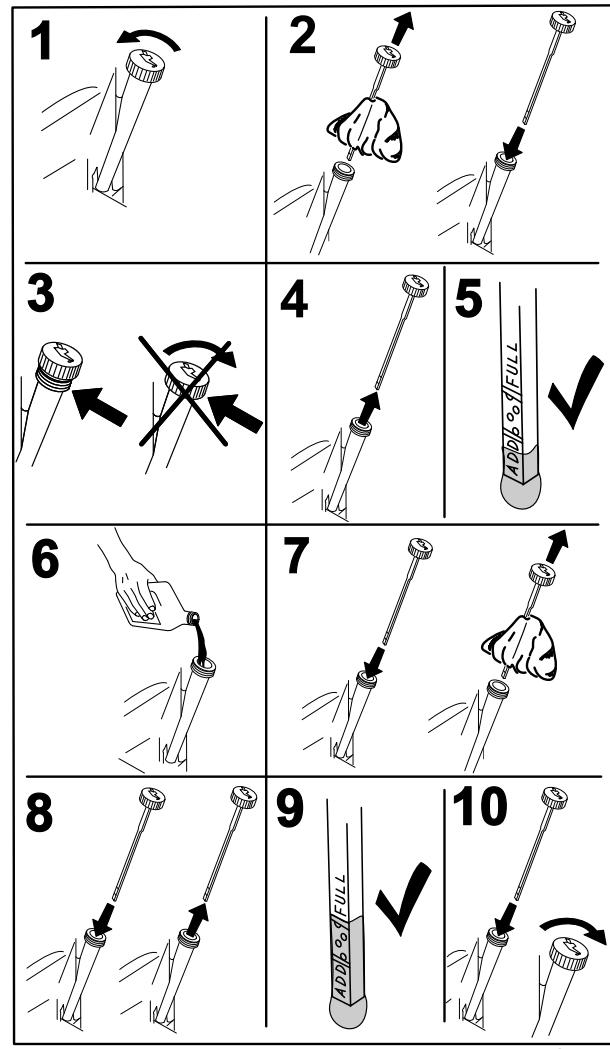

Figure 49
- Avant de quitter la position de conduite, coupez le moteur, enlevez la clé de contact et attendez l'arrêt de toutes les pièces mobiles (Figure 49).